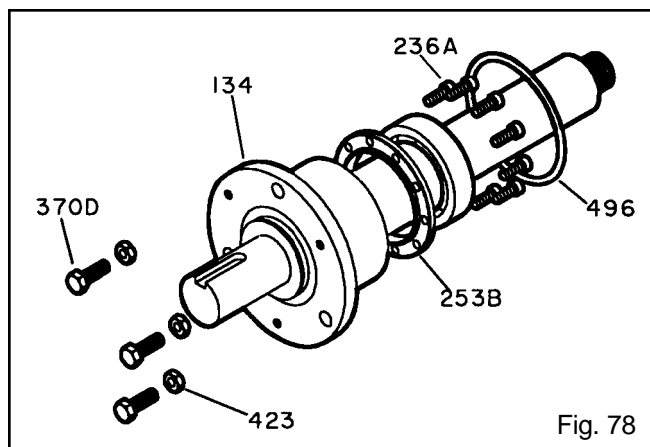
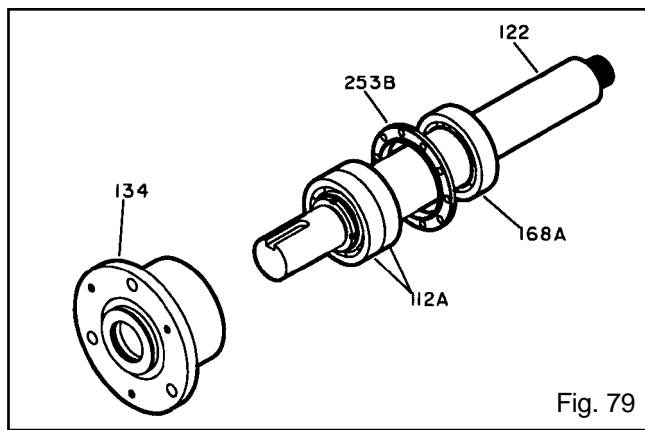

Fig. 78
Fig. 79
3. Quite los tornillos de levantamiento (370D) con las tuercas (423) (Fig. 78).
4. Quite el anillo en O de la caja de los cojinetes (496).
5. Quite los tornillos del anillo de abrazadera (236A). Separe el anillo de abrazadera (253B) de la caja de los cojinetes (134).
6. Retire la caja de los cojinetes (134) del eje (122) con los cojinetes (112A, 168A) (Fig. 79).